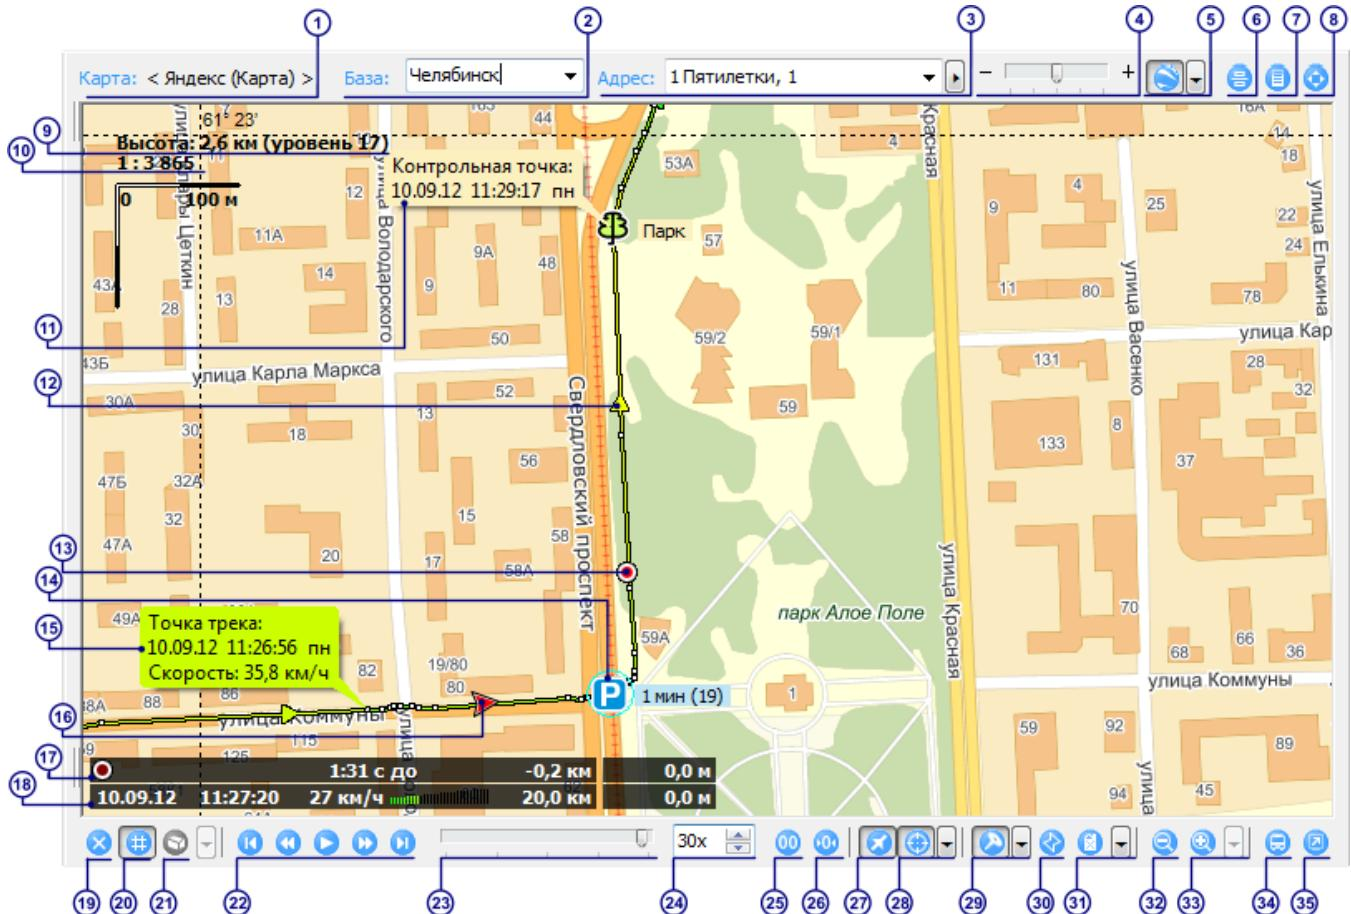

Рис.31 – Панель Карты.
- Загрузить в нужную карту можно из **Меню интернет карт** (рис.31,п.5).
- Информационные точки** – показывать на карте информационные точки. Опция включает или отключает отображение всех информационных точек, глобально. Для того, чтобы добавить информационные точки на карту, выберите ее на панели плеера (рис.31,п.28).
- Контрольные точки и геозоны** – показывать на карте только контрольные точки, только геозоны или и контрольные точки и геозоны. Данная опция дублируется (рис.31,п.29).
12. **Трек и направление движения ТС** – графическое отображение траектории движения ТС (трек). В зависимости от настроек (рис.31,п.27) на треке стрелками может указываться направление движения ТС.